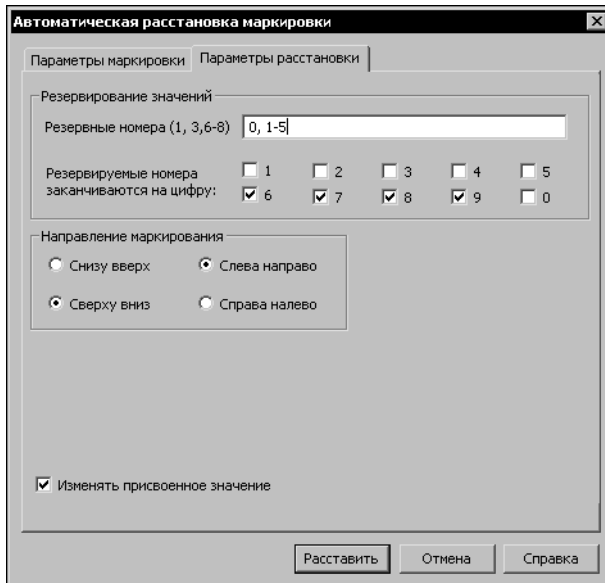

Рис. 18.10. Диалог задания параметров расстановки
- ▼Параметры расстановки (рис. 18.10, табл. 18.10).